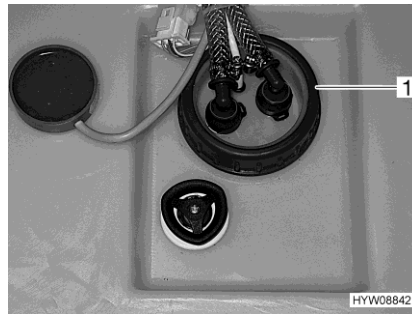

Bild 153 Reinigungsöffnung (Wassertank)
- Verschlussdeckel (Bild 153,1) des Wassertanks abnehmen.